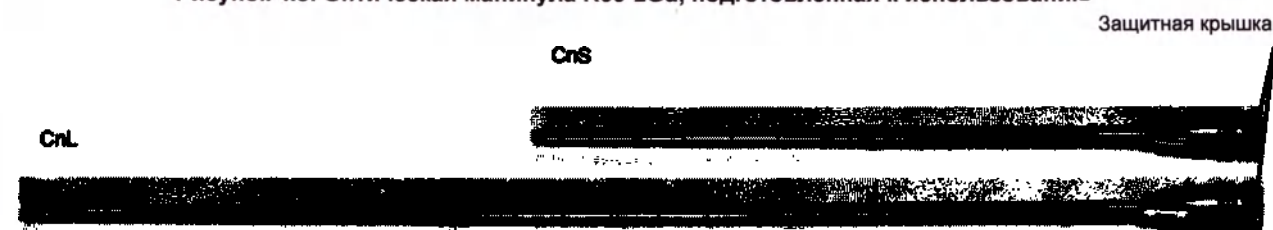

Рисунок 4.4: Канюли CnL и CnS, подготовленные к обработке
- Отвинтите канюлю от манипулы, вытащите волоконную трубку и закройте канюлю поставляемой защитной крышкой (см. Рисунок 4.4). Канюля без волокна должна быть очищена, продезинфицирована и стерилизована в соответствии с инструкциями, предоставленными в разделе «Обработка».